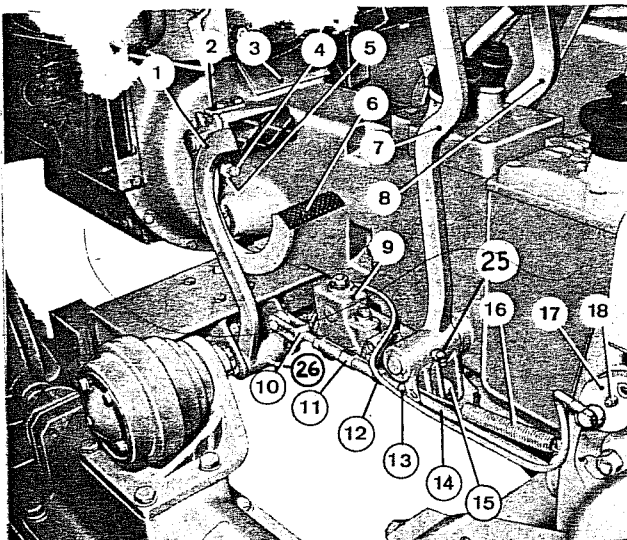

fig. 7
8.1 -FRIZIONE CENTRALE (fig. 7 e 8)
8.2 -FRIZIONI DI STERZO (fig. 7)